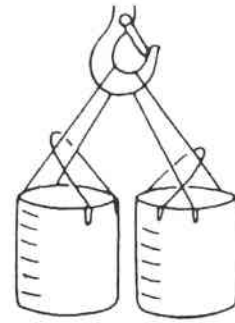

図19
(2) 玉掛け作業
- (c) 2袋以上の場合は、玉掛用具を用意し、極端な斜めづりにならないようにすること。また、図19のようなつり方をしてはならない。